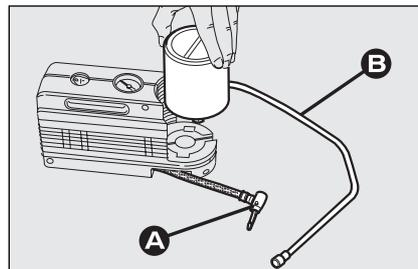

Abb. 17
- Den Anschluss **A-Abb. 17** herausnehmen;